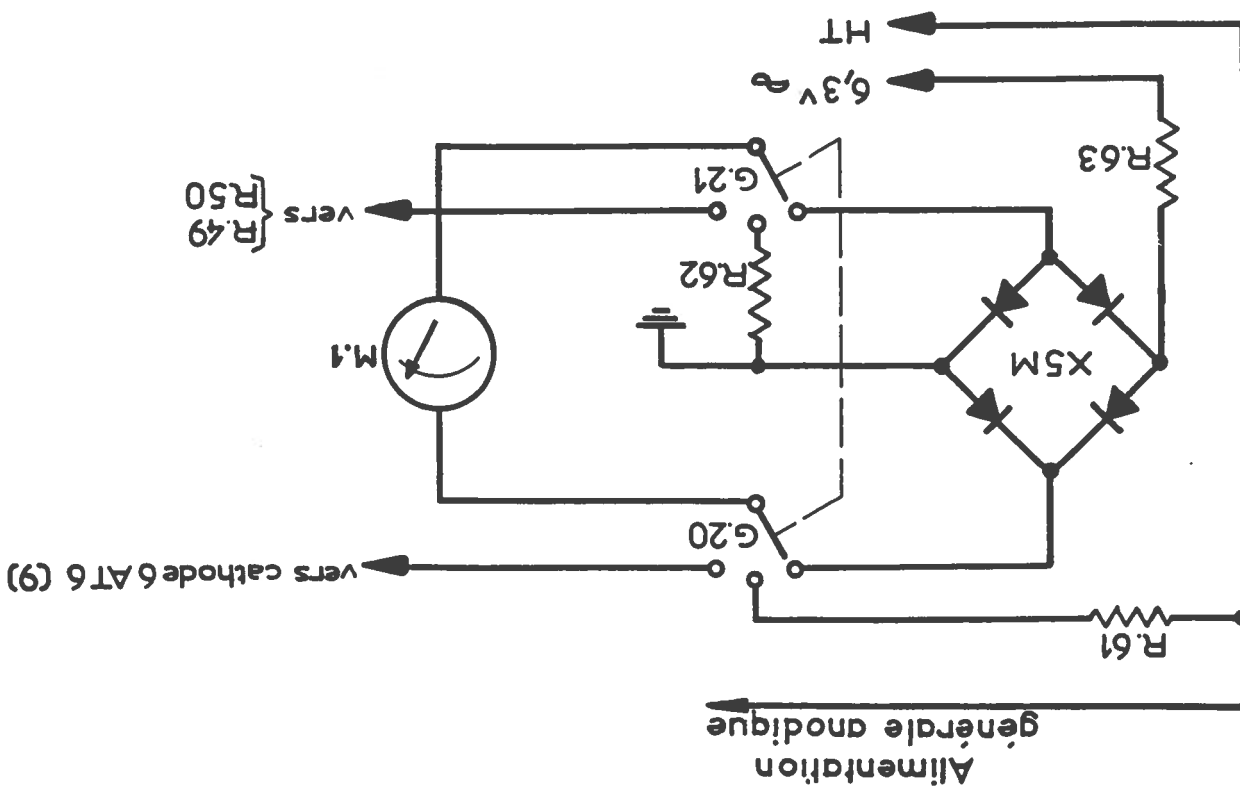

Figure 18. — Circuit de mesure.
5.13 CIRCUIT DE MESURE (fig. 18).